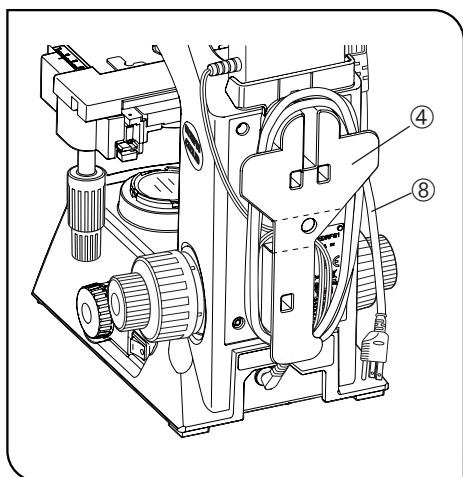

Рис. 28
5. Разместите шнур питания ⑧ на подвеске шнура ④, как показано на рис. 28.